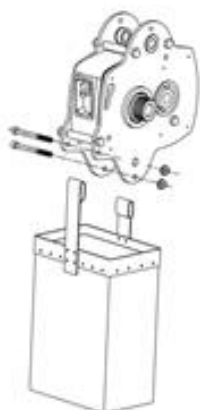

Рисунок 4.
- Подвесить таль, установите мешок для сбора грузовой цепи (рисунок 4).